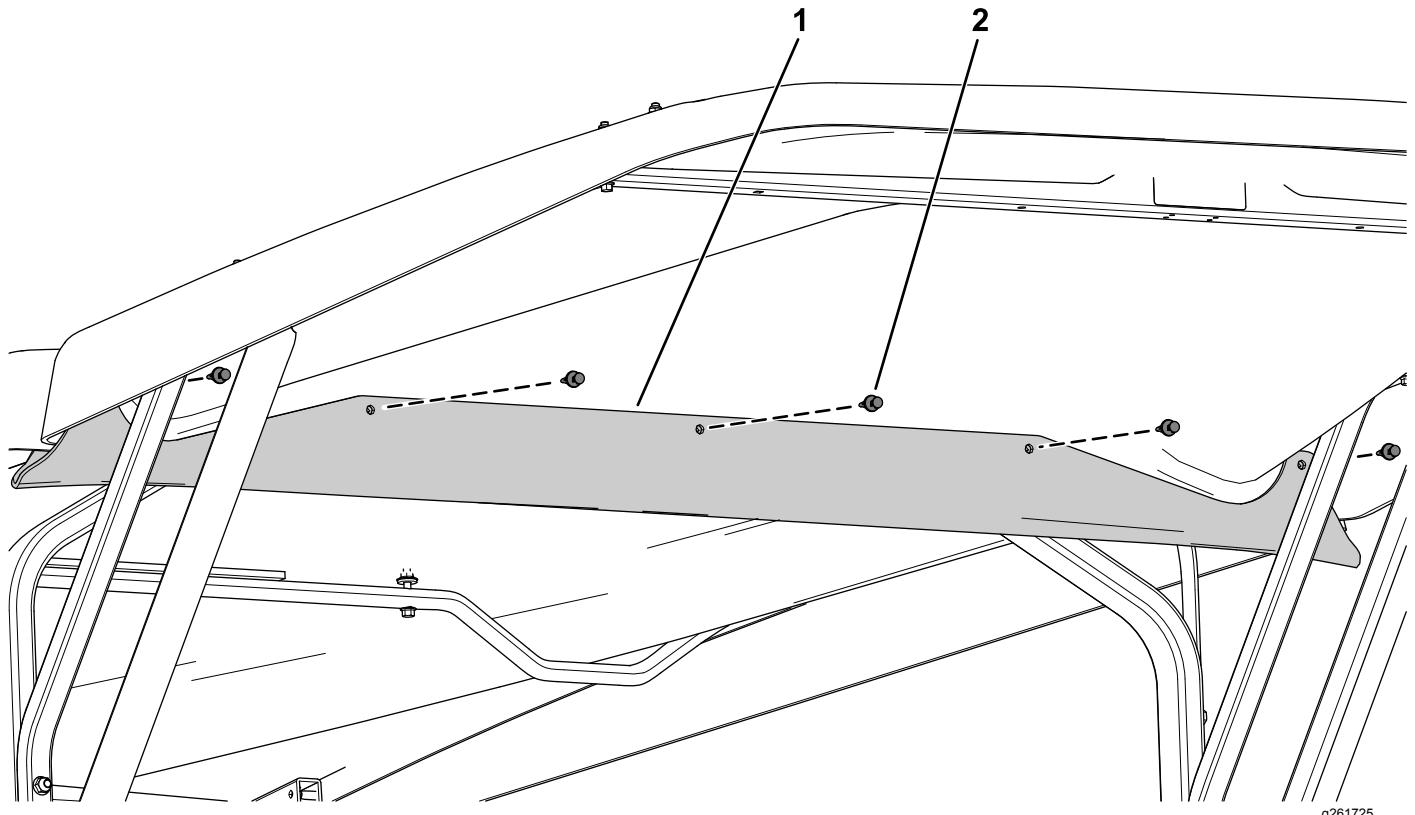

Figura 8
1. Prenda a calha de água à lateral da extensão do toldo utilizando 5 olhais de plástico (Figura 8).